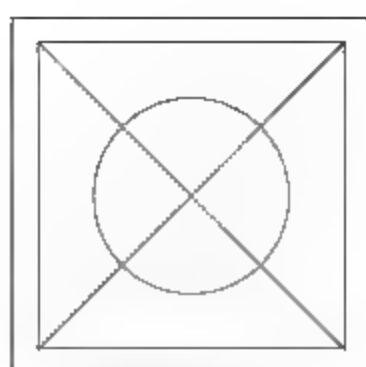

图8-198 绘制对角线
- 调用L【直线】命令，绘制对角线，结果如图8-198所示。